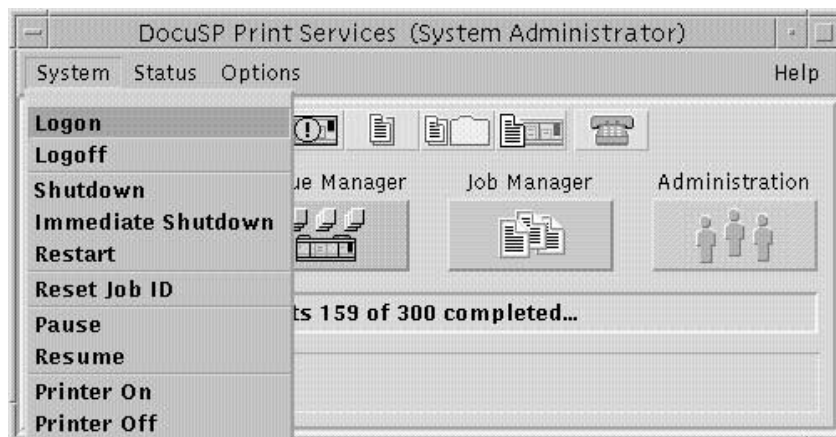

Figura 1-2: Il menu di opzioni del sistema
- b) Aprire il menu System (Sistema) e selezionare **Logon** (Accesso), come illustrato nella Figura 1-2.